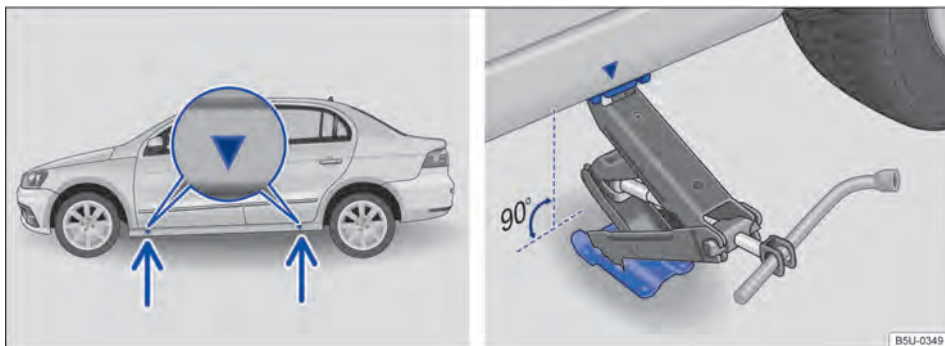

Fig. 143 Pontos de apoio do macaco e macaco posicionado no lado esquerdo traseiro do veículo.
O macaco somente pode ser posicionado nos pontos de apoio indicados (marcação na carroceria) → Fig. 143. É válido o ponto de apoio localizado próximo à roda correspondente → ⚠.
7. Procurar sob o veículo o ponto de apoio do macaco → Fig. 143, mais próximo da roda a ser trocada.
9. Garantir que a base do macaco, com toda sua superfície, esteja sobre o chão e que a base se encontre perpendicularmente abaixo do ponto de colocação → Fig. 143.
10. Alinhar o macaco e, simultaneamente, levantar a garra do macaco até ela se encaixar na travessa debaixo do veículo → Fig. 143.
- Posicionar o macaco somente nos pontos indicados. A garra do macaco deve se encaixar no perfil da longarina de forma segura → Fig. 143.